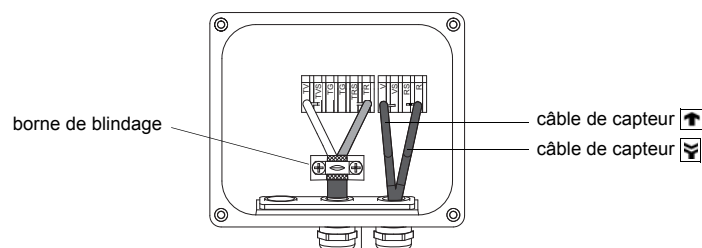

Fig. 7.6: Bornes de raccordement de la rallonge et du câble de capteur
- Tirez la rallonge de manière à ce que le blindage extérieur ramené en arrière se trouve sous la borne de blindage. La rallonge doit être entièrement isolée jusqu'à la borne de blindage (voir Fig. 7.6).
- Raccordez les brins de la rallonge aux bornes du boîtier de jonction (voir Fig. 7.6 et Tab. 7.2).
Pour le brochage du câble de capteur, voir Fig. 7.6 et Tab. 7.3.